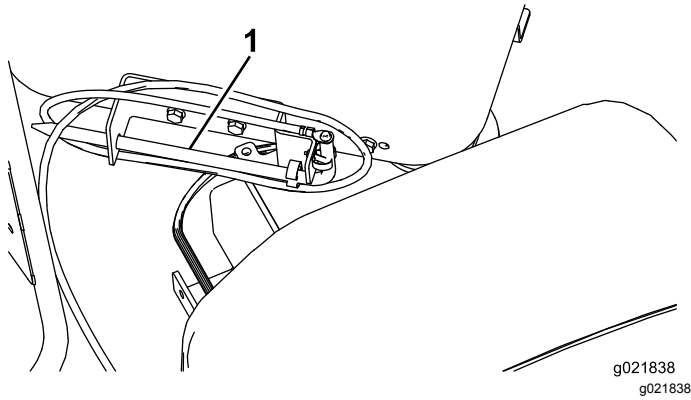

Figure 34
8. Rangez le piquet de terre dans son support sur la plate-forme de l'opérateur, comme montré à la Figure 34.